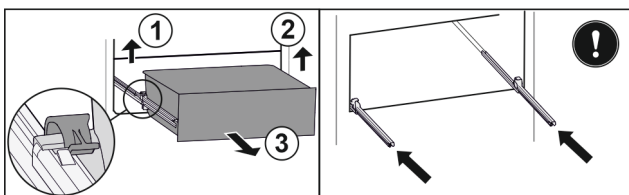

Fig. 177
- Podignite lijevu stezaljku i istovremeno izvucite ladicu lijevo prema naprijed. Fig. 177 (1)
- Podignite desnu stezaljku i istovremeno izvucite ladicu desno prema naprijed. Fig. 177 (2)
- Izvadite ladicu prema naprijed. Fig. 177 (3)